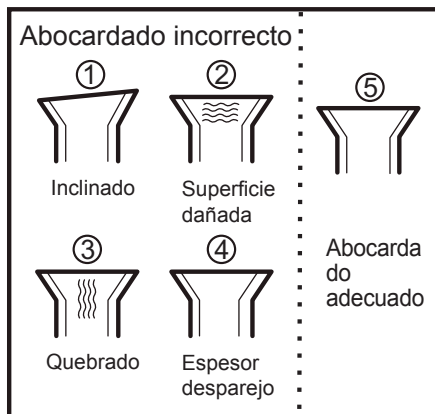

Fig. 6
- 4) Ensanche la tubería. Inserte la salida de la tubería en la tuerca de cobre antes de ensanchar la tubería. Asegúrese de que el orificio sea liso con una superficie rígida y un espesor parejo. (Fig. 6)